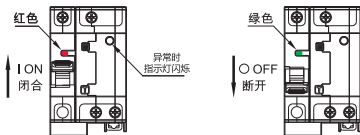

图2 闭合、断开状态指示
5.1 安装使用前先检查断路器标志与所使用的工作条件是否相符；断路器闭合、断开状态指示如下图2